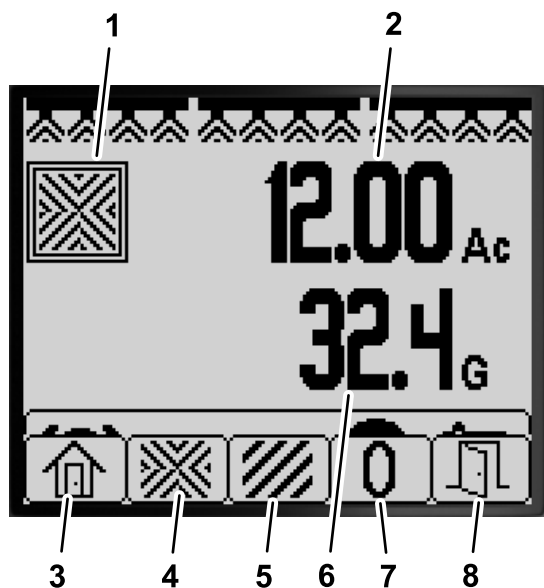

Figura 76
1. Din ecranul de pornire, apăsați și mențineți apăsat temporar orice buton pentru a deschide bara de meniu (Figura 75 și Figura 76).
- Apăsai butonul 2 pentru ecranul pentru suprafaa totală (Figura 76).
- Utilizai butoanele InfoCenter (Figura 76) pentru a efectua următoarele acțiuni: